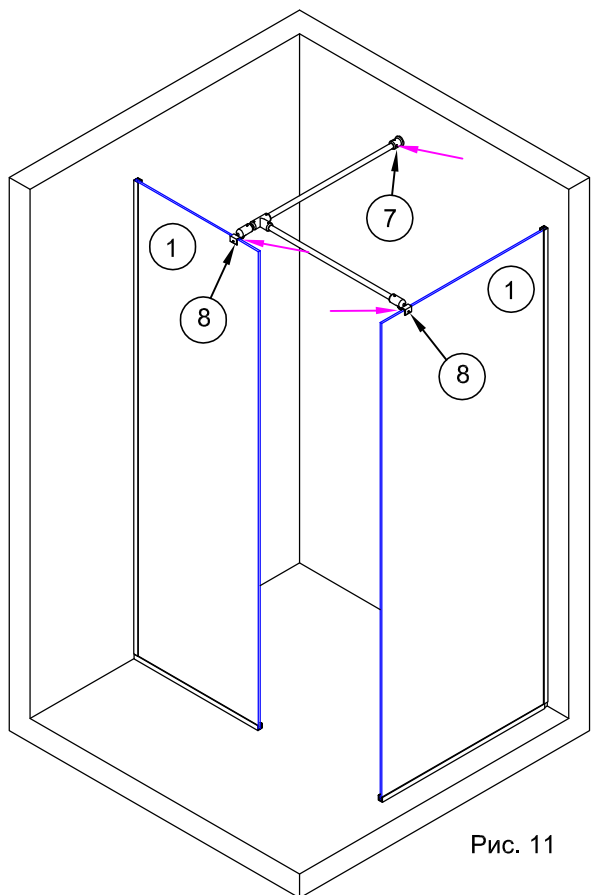

Рис. 11
Зафиксировать положение штанги в креплении №7, закрутив винт на креплении шестигранным ключом (рис.11).
4.6. Собранную штангу вставить выступающими концами шпилек в отверстия панелей. Другой конец штанги завести в держатель штанга-стена №7. Снаружи на шпильки одеть вторые прокладки №17 и зафиксировать штанги на стеклах заглушками №18 (рис.11).